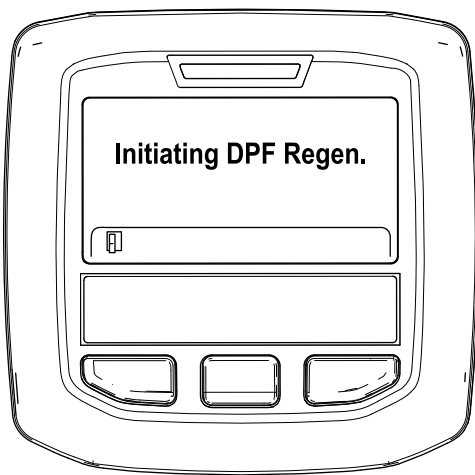

図 37
A. Initiating DPF Regen DPF 再生開始中というメッセージが表示される 図 37。